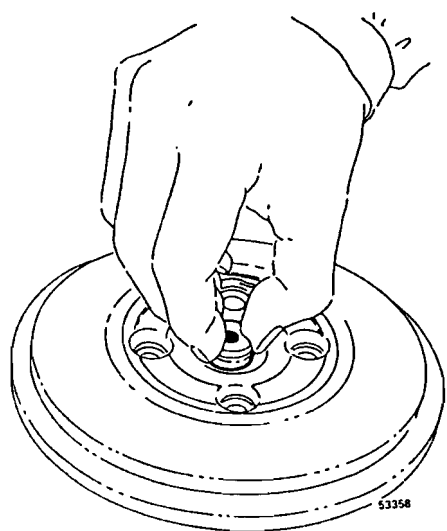

Fig. 260
- 13 Poner los aros de pistón en el porta-aros y colocar éste en la tapa, véase fig. 260.